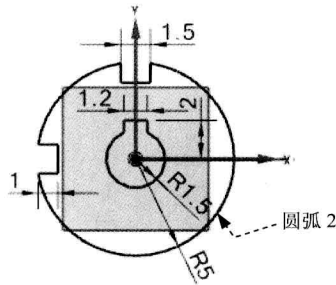

图 2.13.19 半径标注 (二)
(2) 参照上述步骤可标注圆弧 2 (图 2.13.19)，半径尺寸值为 5。